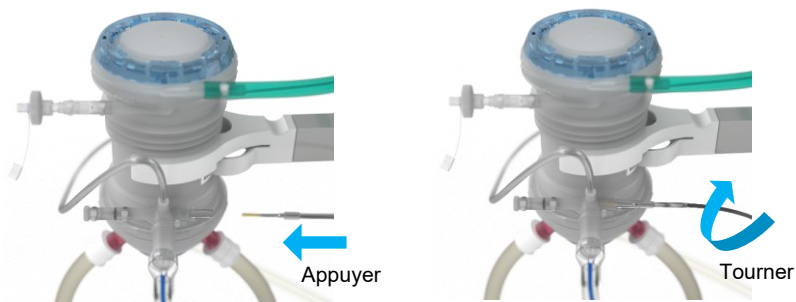

Figure 13 Raccordement du capteur de température à l'oxygénateur
- Raccordez le capteur T1 rouge à la sortie de l'oxygénateur (Figure 13).